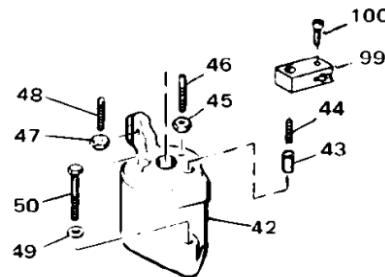

图 3-3. 速度设置汽缸分解图
4. 先放置速度设置活塞固定螺钉 (48, 图 3-3)，使其伸出速度设置汽缸顶部 1/2 英寸。
保证最大速度限制阀调节螺钉 (44, 图 3-3) 在速度设置活塞杆处不接触和过早脱离速度设置汽缸顶部的限流止回阀 (43)。
8. 将控制气压调至最大值。使原动机速度稳定。顺时针旋转限制阀调节螺钉 (44, 图 3-3)，直到原动机的转速刚开始降低，然后回转 1/4 到 1/2 圈，再锁定到位。这将防止或限制原动机意外超速（如果速度设置活塞由于任何原因超过其高速位置）。
10. 顺时针旋转活塞固定螺钉 (48, 图 3-3)，直到它刚接触速度设置活塞的顶部，然后回转整三圈 (3/32 英寸/2.4 毫米)，再锁定到位。